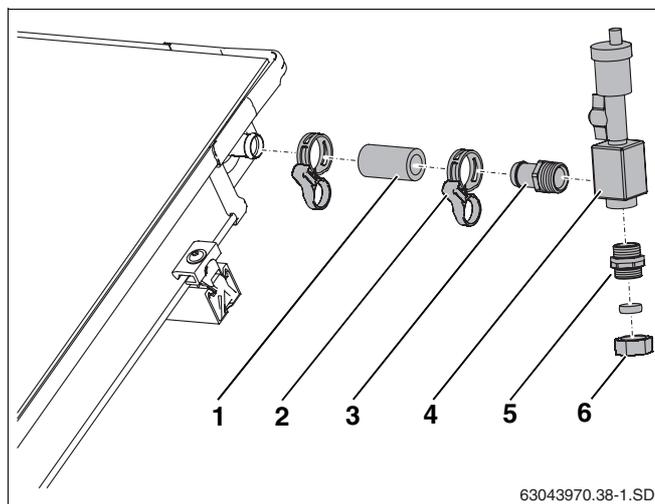

Fig. 60 Raccordement du purgeur sur le toit
- Glisser le tube solaire court (55 mm, fig. 60, **pos. 1**) sur le raccordement de départ du champ de capteurs et fixer avec la bride du compensateur.
- Visser à fond l'embout de tuyauterie R $\frac{3}{4}$ avec le joint torique (fig. 60, **pos. 3**) dans le pot de purge (fig. 60, **pos. 4**).
- Insérer l'embout de tuyauterie (fig. 60, **pos. 3**) jusqu'à la butée dans le tube solaire et fixer à l'aide des serre-flancs (fig. 60, **pos. 2**).
- Visser l'embout double avec le joint torique au pot de purge (fig. 60, **pos. 5**).
- Raccorder le tube collecteur au raccord-union par anneau de serrage (18 mm) (fig. 60, **pos. 6**).